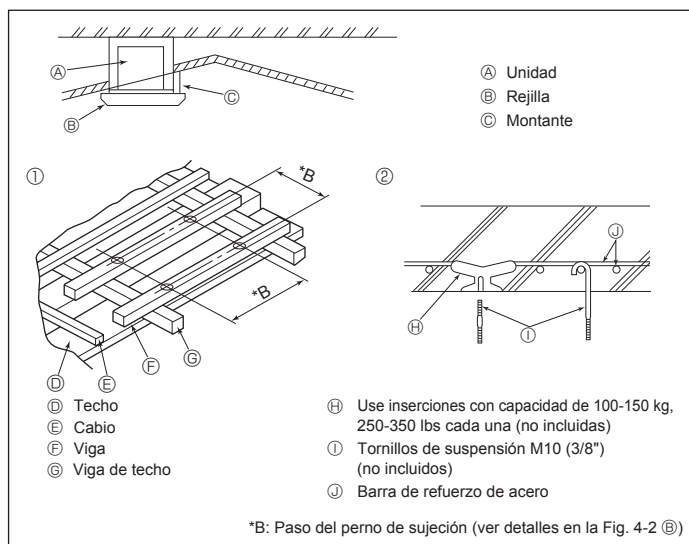

Fig. 4-4
4.4. Estructura de suspensión (Refuerzo de la estructura de suspensión) (Fig. 4-4)